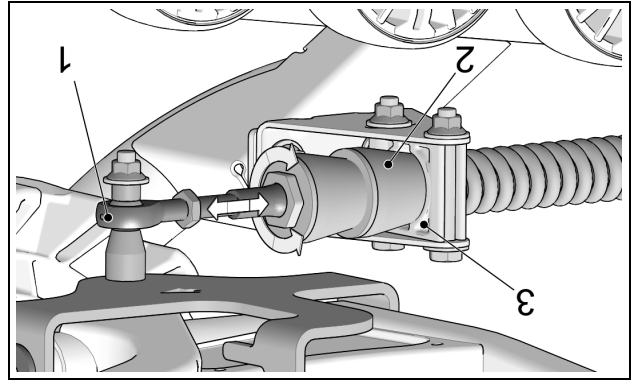

Figure 17
- Ajuster la longueur de l'embout à rotule (1) en tournant l'érou au bras stabilisateur jusqu'à ce que le cône de caoutchouc (2) touche légèrement le support pivotant (3). Voir la Figure 17.